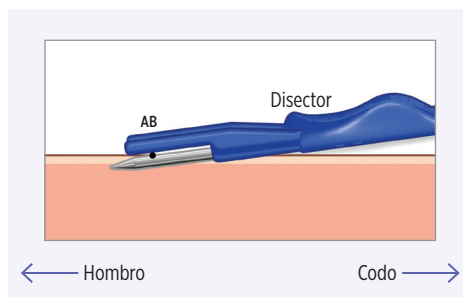

Figura 3
3. Cuando los toques de profundidad estén tocando la piel y el disector romo esté dentro de la incisión subcutánea, reduzca el ángulo de entrada a 5-10 grados aproximadamente (figura 3). Asegúrese de no poner los dedos debajo de la cánula metálica ni de las partes de plástico de la herramienta, ya que esto crearía un ángulo mayor.
4. Mueva el disector romo hacia el hombro, manteniendo las partes metálicas y de plástico de la herramienta en contacto estrecho con la piel a fin de garantizar el ángulo más pequeño posible del hueco respecto de la piel (figura 3).